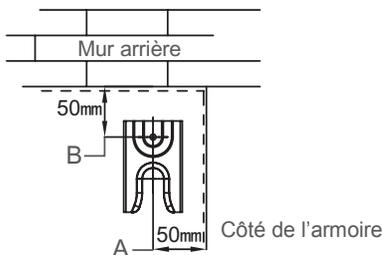

Figure 3
Avvertissement: Pour éviter le basculement de la cuisinière, assurez-vous d'installer le crochet anti-basculement. Lors de l'installation du crochet anti-basculement, utilisez un tournevis pour monter le crochet anti-basculement (1) avec des vis (2) au sol, comme indiqué dans la Figure 3.